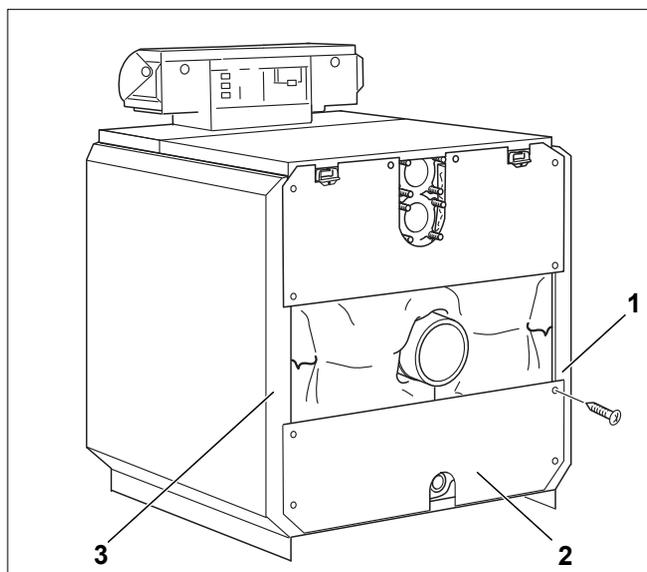

Рис. 40 Монтаж нижней задней стенки
- ▶ Прикрепите нижнюю заднюю стенку (рис. 40, [2]) вырезом для подключения и слива вниз к боковым стенкам (рис. 40, [1] и [3]).